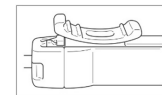

Figure 10 : Verrouillage vers l'avant engagé
- o Lorsque l'élément coulissant avec orifice d'aspiration est inséré au-delà de la butée distale, il engage la fonctionnalité de verrouillage vers l'avant et le tube d'aspiration est bloqué en position complètement déployée. Dans cette position, la tête de pulvérisation pour l'irrigation est obstruée par le tube d'aspiration et le dispositif fait uniquement office d'instrument d'aspiration (Figure 10).